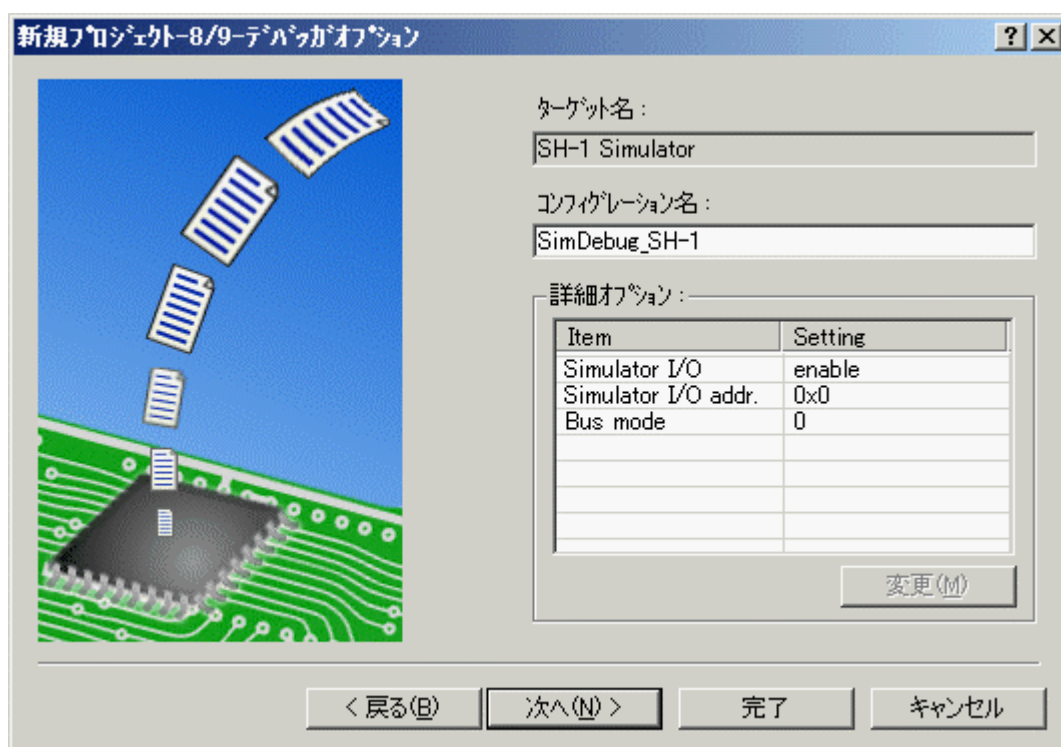

図 2.9 デバッガオプション設定画面（Step8）
Step7画面で [Next>] をクリックすると、図 2.9に示す画面を表示します。この画面で、選択したデバッガターゲットのオプションを設定します。